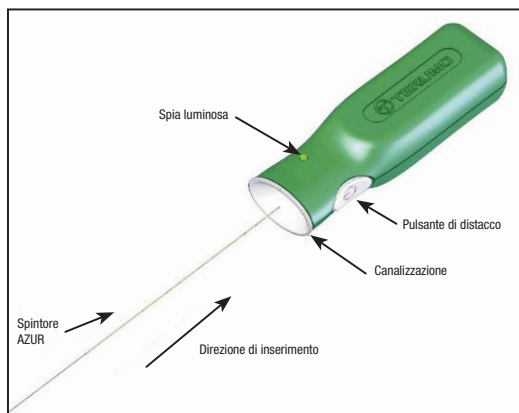

Figura 2: dispositivo di controllo del distacco AZUR
15. Prima di utilizzare il dispositivo, rimuovere l'estremità prossimale dello spintore dall'anello di confezionamento. Prestare attenzione a non contaminare questa estremità dello spintore con sostanze estranee come sangue o mezzo di contrasto. Inserire saldamente l'estremità prossimale dello spintore nella sezione di canalizzazione del dispositivo di controllo del distacco AZUR. Vedere la Figura 2. **Non premere il pulsante di distacco in questo momento.**
36. Collegare l'estremità prossimale dello spintore al dispositivo di controllo del distacco AZUR inserendo saldamente l'estremità prossimale dello spintore nella sezione di canalizzazione del dispositivo di controllo del distacco AZUR. Vedere la Figura 2.